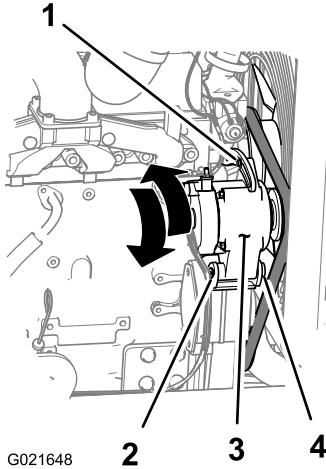

Figure 145
3. Desserrez l'écrou et le boulon au point de pivotement de l'alternateur (Figure 145).
4. Desserrez le boulon de réglage sur l'alternateur (Figure 145).
5. Eloignez l'alternateur du moteur pour accroître la tension de la courroie et rapprochez l'alternateur du moteur pour réduire la tension de la courroie (Figure 145).
6. Resserrez le boulon de réglage de l'alternateur (Figure 145).
8. Si la tension de la courroie est correcte, serrez l'écrou et le boulon au point de pivotement de l'alternateur (Figure 145); dans le cas contraire, répétez les opérations 4 à 7.